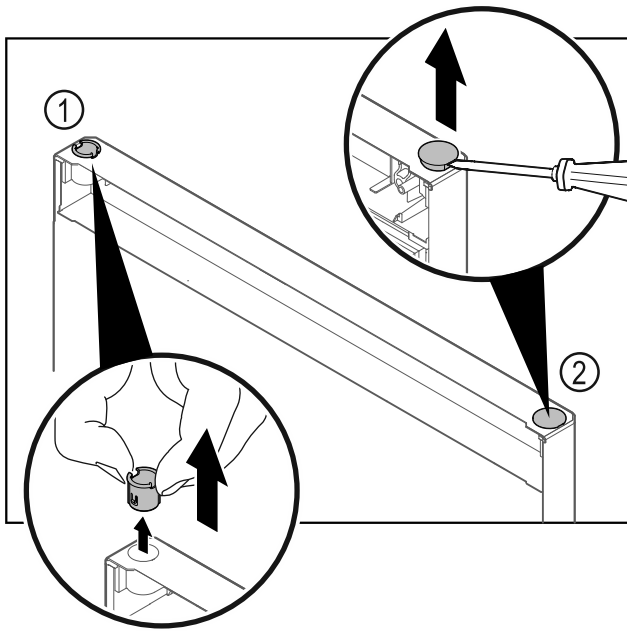

Fig. 17
- ▶ Τραβήξτε έξω την υποδοχή μεντεσέ Fig. 17 (1) με τα δάχτυλα.
- ▶ Ανασηκώστε προσεκτικά την τάπα Fig. 17 (2) με ένα ίσιο κατασαβίδι και τραβήξτε την έξω.